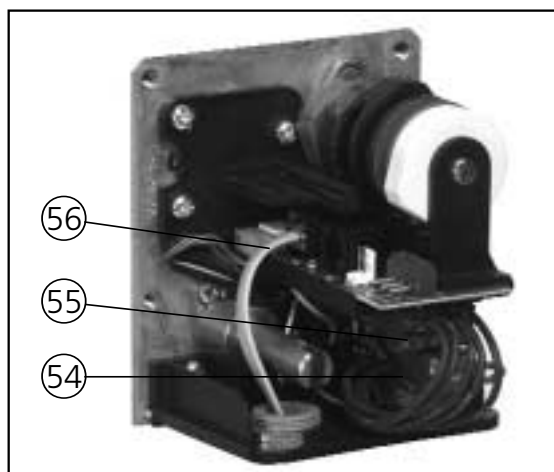

Abb. 10: Anschlüsse im Torantrieb
- Nehmen Sie die Anschlüsse im Torantrieb gemäß Abb. 10 vor.